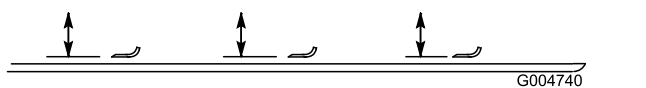

Figure 113
2. Tournez la lame dans le sens longitudinal et mesurez la distance entre l'intérieur du plateau de coupe et le tranchant à l'avant de la lame (Figure 113).